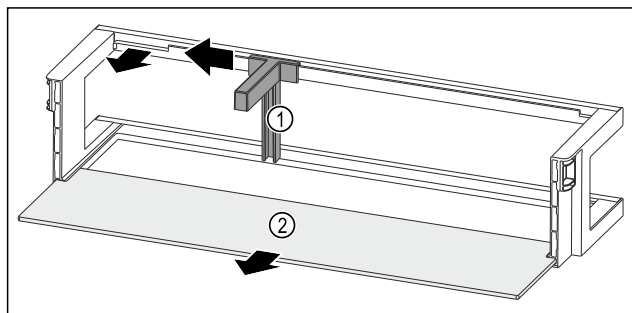

Fig. 101 Лотки на дверцятах із тримачем пляшок і полицею
- ▶ Пересуньте тримач пляшок Fig. 101 (1) убік до пазу.
- ▶ Вийміть тримач пляшок Fig. 101 (1).
- ▶ Дістаньте полицю Fig. 101 (2).